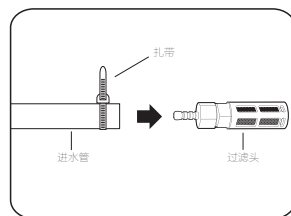

图 2
- 安装过滤装置，按(图2)中所示将机器后部蓝色进水管和过滤头安装在一起，并用扎带扎紧。